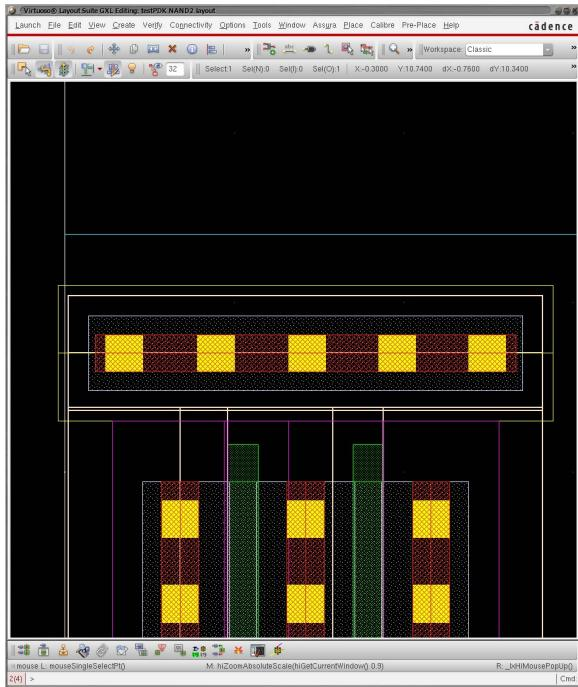

図 43: N-Well コンタクト側 Multipart Path の作成
7. さらに図 43 に示すように、N-Well コンタクトを Path を引く要領で作成する。本例では PMOS の PSD レイヤと Multipart Path の NSD レイヤがちょうど接するように Y 方向の位置を合わせ、また、N-Well レイヤがちょうど PMOS の左右の N-Well レイヤと接するように X 方向の長さを調整して引いた。